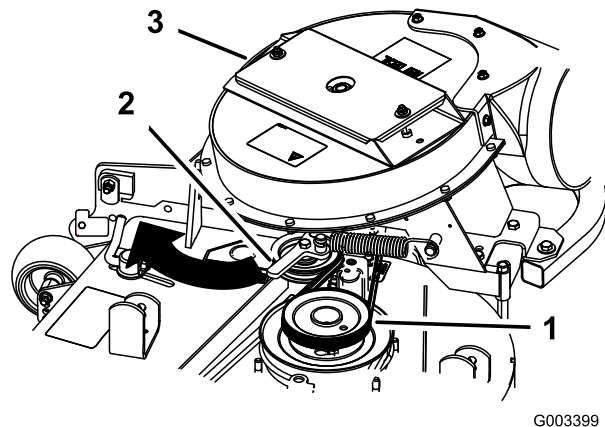

Bild 20
- Ziehen Sie die gefederte Spannscheibe zurück und verlegen den Riemen um die Riemenscheibe am Mähwerk (Bild 20).